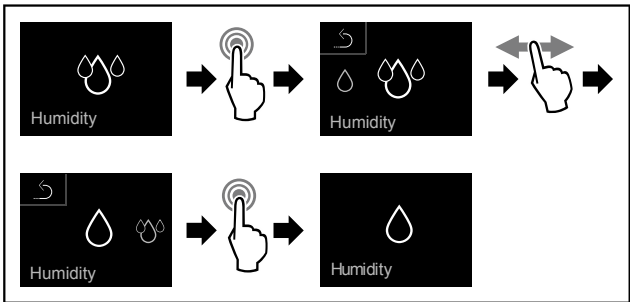

Fig. 70
- Выполните шаги действия (см. Fig. 70).